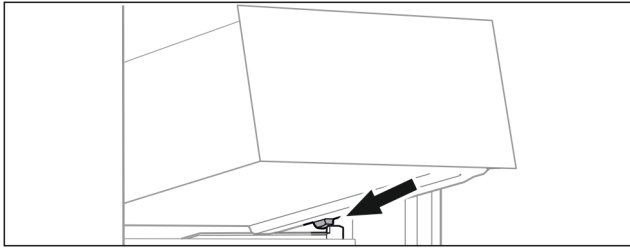

Fig. 99
- Placer le tiroir, en l'inclinant, derrière les butées sur la nervure de récipient. (voir Fig. 99)